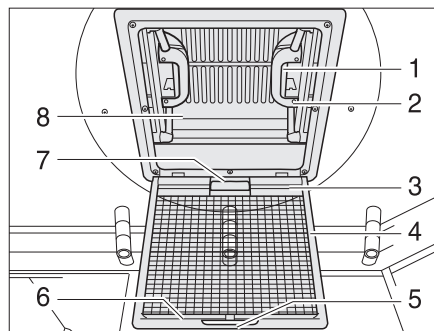

Fig. 84 Lanterneau à poussoirs
- Tirer sur la poignée (Fig. 84,5).
- Rabattre la moustiquaire (Fig. 84,4) vers le bas.
- Appuyer sur le verrou (Fig. 84,1) vers l'intérieur du lanterneau (Fig. 84,8). Pousser le lanterneau simultanément vers le haut par la poignée (Fig. 84,2).
- Faire basculer la moustiquaire (Fig. 84,4) vers le haut jusqu'à ce qu'elle s'enclenche.
- Tirer fortement le lanterneau (Fig. 84,8) vers le bas par les deux poignées (Fig. 84,2) jusqu'à ce que les deux verrous (Fig. 84,1) s'encliquettent.
- Tirer le store occultant par la poignée (Fig. 84,7) et accrocher la barre d'accrochage (Fig. 84,3) dans la barre de retenue (Fig. 84,6) de la moustiquaire.
- Détacher la barre d'accrochage (Fig. 84,3) de la barre de retenue (Fig. 84,6) et laisser revenir lentement le store occultant.